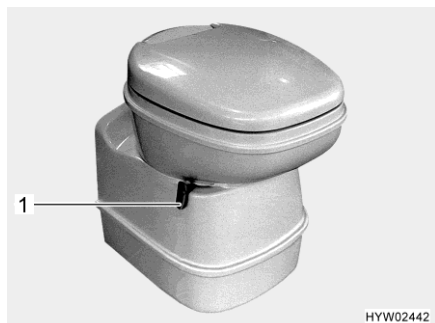
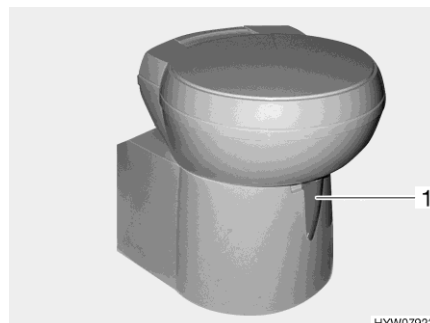

Fig. 269 Tazza del WC Thetford, orientabile
Fig. 270 Tazza del WC Thetford, orientabile (alternativa)
- Prima di tirare l'acqua, aprire il cursore della toilette Thetford. A tal fine girare la leva del cursore (Fig. 269,1 o Fig. 270,1) in senso antiorario.